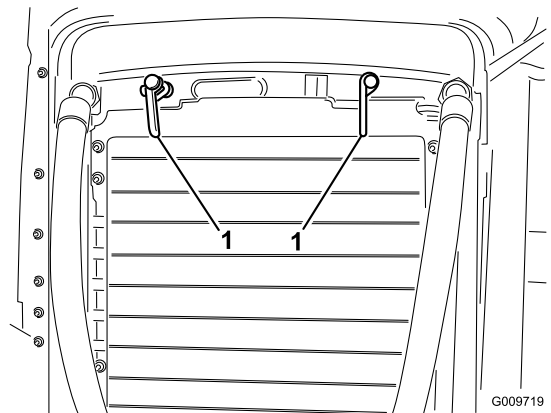

Bild 50
2. Drehen Sie die Riegel (Bild 50), mit denen der Ölkühler am Rahmen befestigt ist.